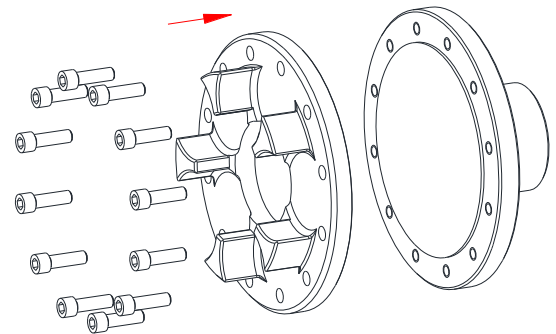
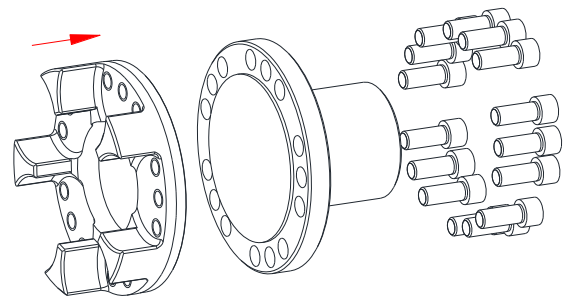

Figura 21: montaje de la brida (tipo CF)
Figura 22: montaje de la brida (tipo CFN)
- Ponga la brida motriz frente a la brida del lado de accionamiento o conducido del eje (véase figura 21 tipo CF y figura 22 tipo CFN).